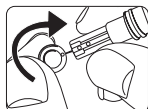

Figura 24
**PASO 3:** Gire la tapa protectora de la lanceta para retirarla y luego guárdela para usarla más adelante. Consulte la figura 24.